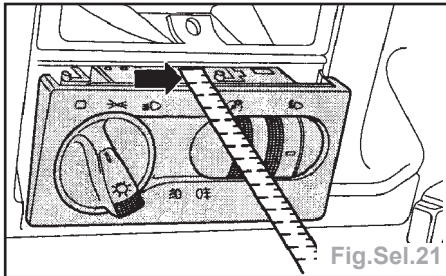

Fig.Sel.21
- Déposer la commande d'éclairage (Fig. Sel.21) :